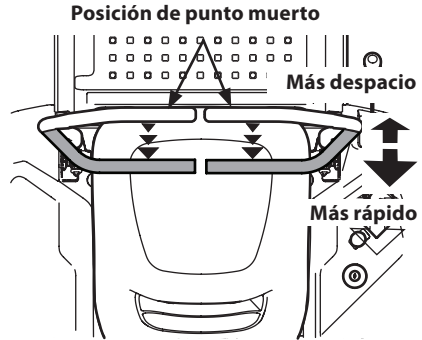

Figura 25
1. Mueva las dos palancas de control de la transmisión de barras de seguridad lenta y uniformemente hacia atrás. El tractor comenzará a moverse hacia atrás. Consulte la Figura 25.